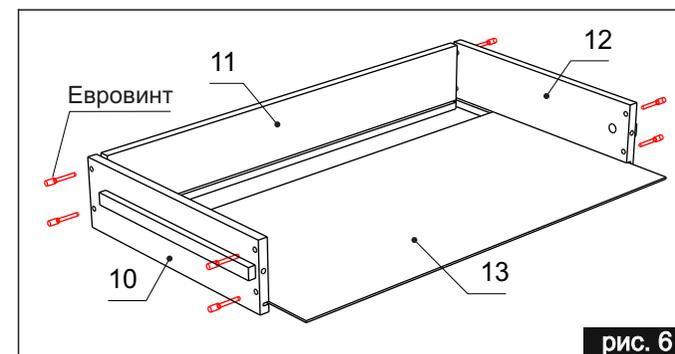

рис. 6
- 7 Соединить стенки ящика 10,11,12 евровинтами. Вставить дно ящика 13 в пазы на деталях 10,12 и задвинуть, совместив с пазом в детали 11 (рис. 6).